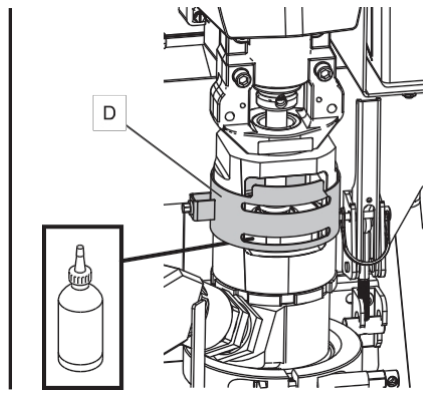

Fig. 9
3. Verificați nivelul lichidului de etanșare a gâtului (TSL) din piulița de etanșare (D). Umpleți 1/2 plin cu TSL. (Fig. 9)